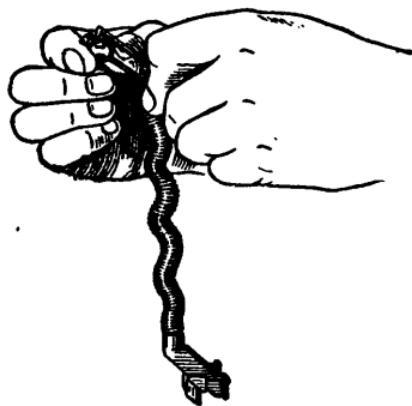

Рис. 22. Сборка возвратного механизма
4) **Собрать возвратный механизм.** Упереть пятку направляющего стержня в стол (упор); надеть пружину на направляющий стержень и сжать её настолько, чтобы конец направляющего стержня вышел из нее; удерживая левой рукой пружину, правой рукой развести концы подвижного стержня, продеть один из них в образовавшуюся петлю и отпустить пружину до упора в подвижный стержень (рис. 22); вставить муфту между концами подвижного стержня; левой рукой сжать пружину, правой рукой перевести подвижный стержень в вертикальное положение, после